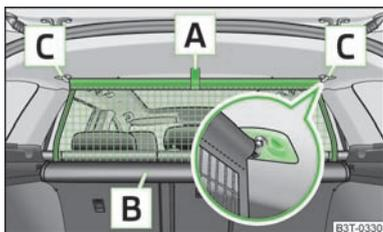
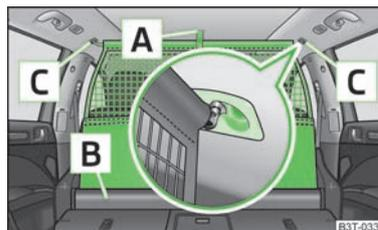

Fig. 79
Fig. 80
- Certifique-se de que a barra transversal está bem colocada nos encaixes **C** » Fig. 79 ou » Fig. 80 na posição mais avançada!
- Segure a lingueta **A** » Fig. 79 e puxe a rede divisória para fora da caixa **B**, no sentido dos suportes **C**.
- Puxe a barra transversal, primeiro de um lado e depois do outro, um pouco para trás e retire-a dos encaixes **C** » Fig. 79.
- Segure a lingueta **A** » Fig. 80 e puxe a rede divisória para fora da caixa **B**.